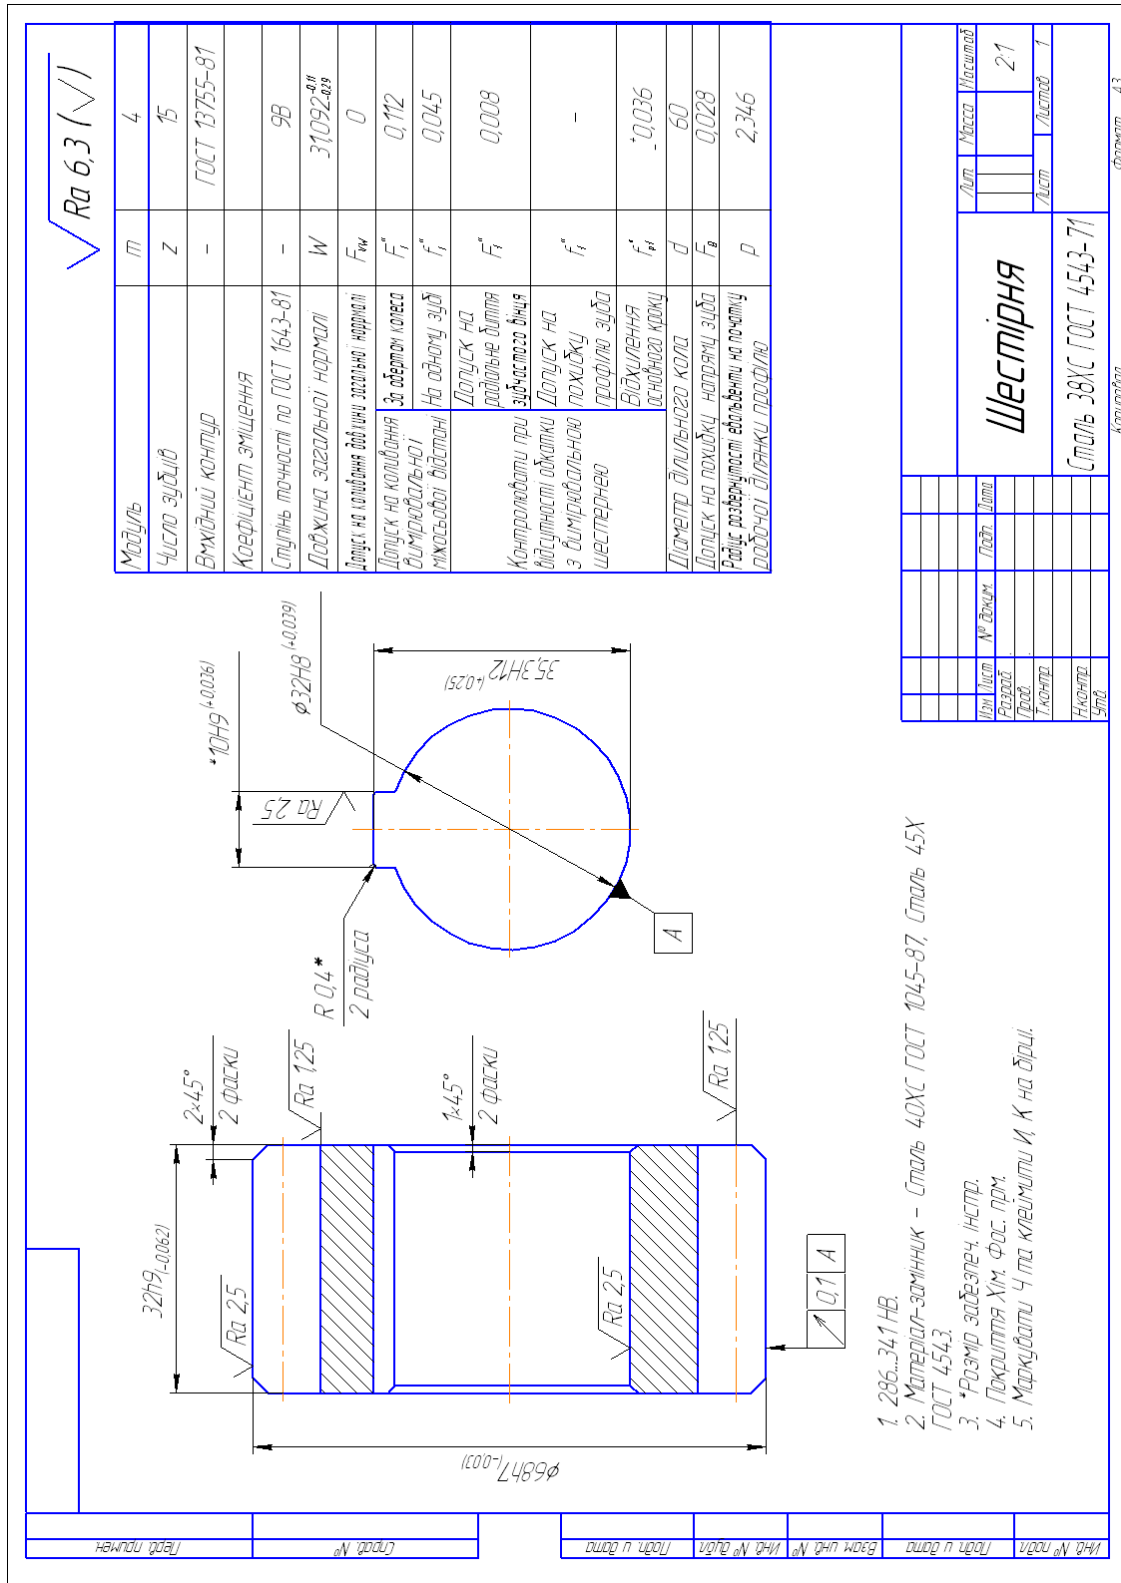

Рис. 2.6.7: Зразок виконання кресленика «Шестірня»
1. Виконати кресленик деталі «Шестірня» у масштабі 2:1 на форматі А3 (дивитись на рис. 2.6.7 стор. 75).